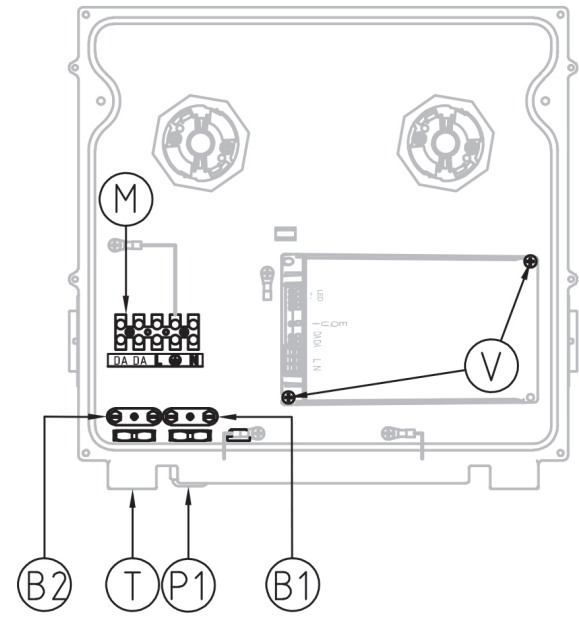

FIG. 18 NEXT 3 1-10V electrical wiring CL.1
- **NEXT 3 Elektrischer anschluss 1-10V CL. I** (siehe **Abbildung 18**);